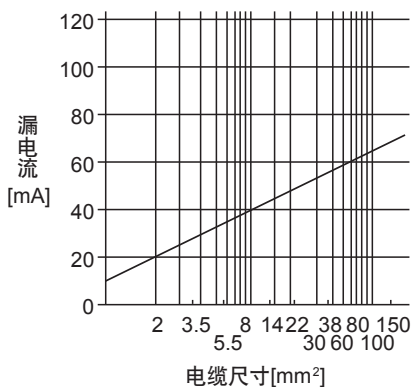

图 11.1 CV 电缆铺设在金属线槽内产生的漏电流举例 (Ig1, Ig2)
- Ig1: 从漏电断路器到伺服放大器输入端的漏电流（见图 11.1）
- Ig2: 从伺服放大器输出端子到伺服电机的漏电流（见图 11.1）